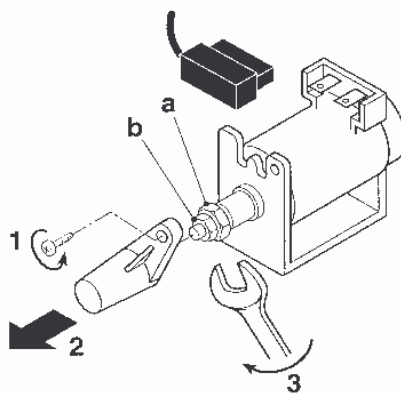

Fig. 31
- 7 - Levare la protezione in plastica del modulatore della valvola a gas (fig. 31);
- 12 - Tarare la pressione minima del gas al bruciatore staccando uno dei due connettori elettrici ed agire quindi con una chiave da 9 sul dado **a** (fig. 31). La pressione dovrà risultare 6,5 mbar per il propano e 5,5 mbar per il butano. Questa operazione deve essere fatta con il bruciatore acceso;
- 17 - Riposizionare la protezione in plastica del modulatore (fig. 31) ed eseguire una nuova sigillatura.
- 9 - Levare la protezione in plastica del modulatore della valvola a gas (fig. 31);
- 11 - Tarare la pressione minima del gas al bruciatore staccando uno dei due connettori elettrici ed agire con una chiave da 9 sul dado **a**, tenendo bloccato il dado **b** con una chiave da 7 (fig. 31). La pressione dovrà risultare pari a 2,15 mbar. Questa operazione deve essere fatta con il bruciatore acceso;
- 15 - Riposizionare la protezione in plastica del modulatore (fig. 31) ed eseguire una nuova sigillatura.